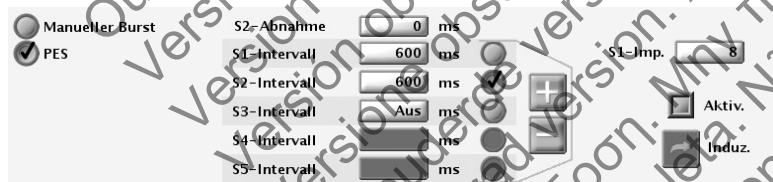

Abbildung 5-3. Optionen für die PES-Induktion
3. Den gewünschten Wert für die S1–S5-Intervalle wählen (Abbildung 5-3 auf Seite 5-4). Entweder ein Wertekästchen für das betroffene S-Intervall anklicken und einen Wert aus dem Kästchen wählen oder das Plus- und Minuszeichen benutzen, um die Zahlen im Wertekästchen zu verändern.